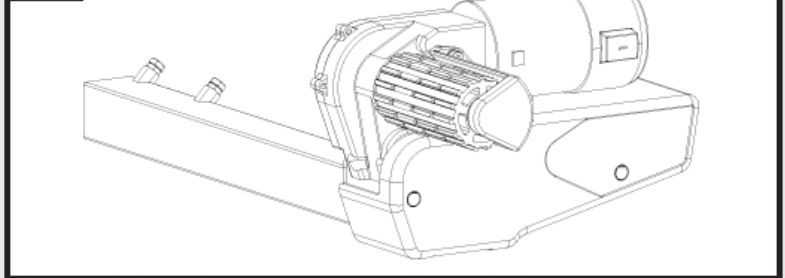

Abb. 8
Packen Sie alle Komponenten aus und überprüfen Sie, ob alle Teile vorhanden sind (siehe Verpackungsinhalt Abb. A). Stellen Sie vor und während der gesamten Installation sicher, dass die Rangierhilfe in der AUSGESCHALTET Position bleibt (Abb. 8), da die Einheit sonst nicht korrekt montiert werden kann.
Wenn die Hauptbaugruppe lose auf dem Fahrgestell montiert ist, schieben Sie die gesamte Baugruppe entlang des Fahrgestells, bis die Rollen 20 mm von der Oberfläche jedes Reifens entfernt sind (Abb.8). Zum Einstellen dieses Abstands sind zwei 20-mm-Abstandshalter (30) vorgesehen. Beachten Sie, dass sich die Antriebseinheiten in der ausgerückten Position befinden sollten, wenn der 20-mm-Abstand eingestellt ist. Achten Sie bei der Einstellung des Abstands darauf, dass die Rollen beider Antriebseinheiten sowohl horizontal als auch vertikal mittig zu den Fahrzeugreifen ausgerichtet sind, um den bestmöglichen Radkontakt zu gewährleisten (siehe Abb. 10 als Referenz). Wenn die Rollenbreiten die des Reifens überschreiten, ist darauf zu achten, dass das Ende der Rolle mit der Außenwand des Reifens eine gemeinsame Flucht bildet. Ein Überstand an der Innenwand des Reifens ist bei dünneren Reifen akzeptabel und sollte die Funktion oder Haftung nicht drastisch beeinträchtigen.